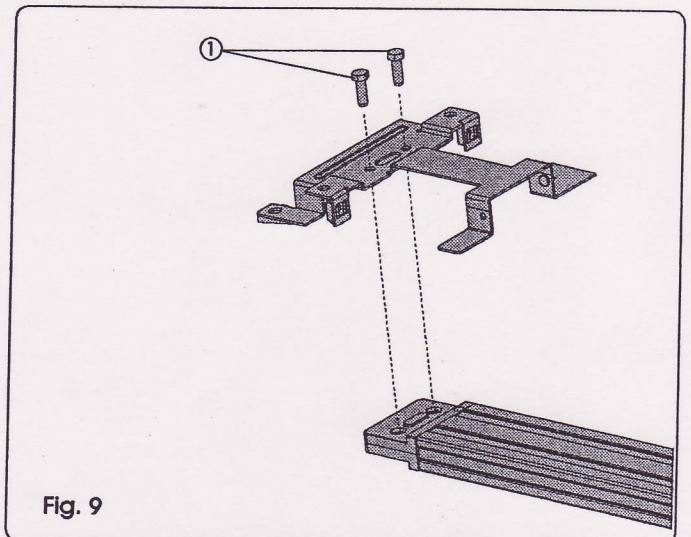

Fig. 9
Avant de fixer le rail de guidage au plafond, assembler la patte d'attache postérieure dans le logement spécifique du groupe d'embrayage de la traction et serrer les vis d'après la Fig. 9 réf. ①.